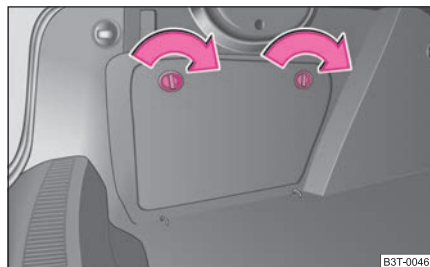
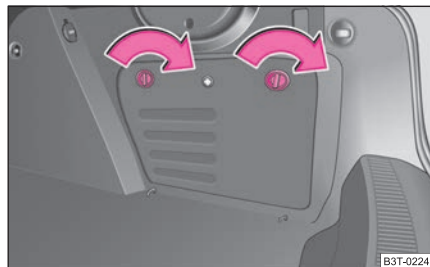

Abb. 107 Gepäckraum:
Abb. 108 Gepäckraum:
- Das Fach öffnen Sie durch Drehen der Verschlüsse in Pfeilrichtung ⇒ Abb. 107 ⇒ Abb. 108.
Im Fach rechts ⇒ Abb. 108 befinden sich der CD-Wechsler*, der TV-Tuner* und der Verbandskasten. ■